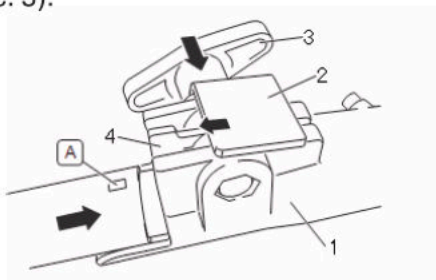

рис. 3
2. Установите рукоятку (1) на держатель (4), положите зажим (3) на рукоятку(1), отрегулируйте рукоятку в нужном Вам положении и затяните винты (2) (рис. 3,4)